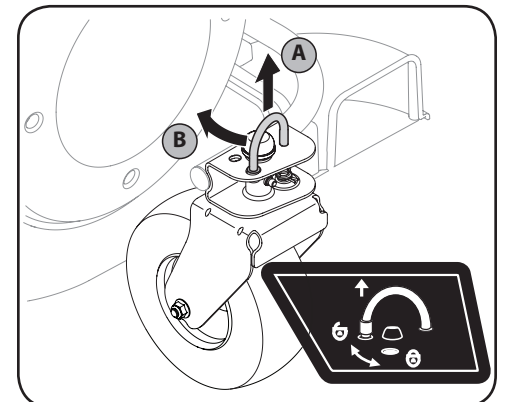

Figura 3-5
8. Para bloquear la rueda pivotante, levante el pasador de bloqueo y gírelo hacia atrás para ponerlo en el agujero más grande. Consulte la Figura 3-5.
9. Para desbloquear la rueda pivotante, levante el pasador de bloqueo y gírelo hacia delante para ponerlo en el agujero más pequeño. Consulte la Figura 3-5.